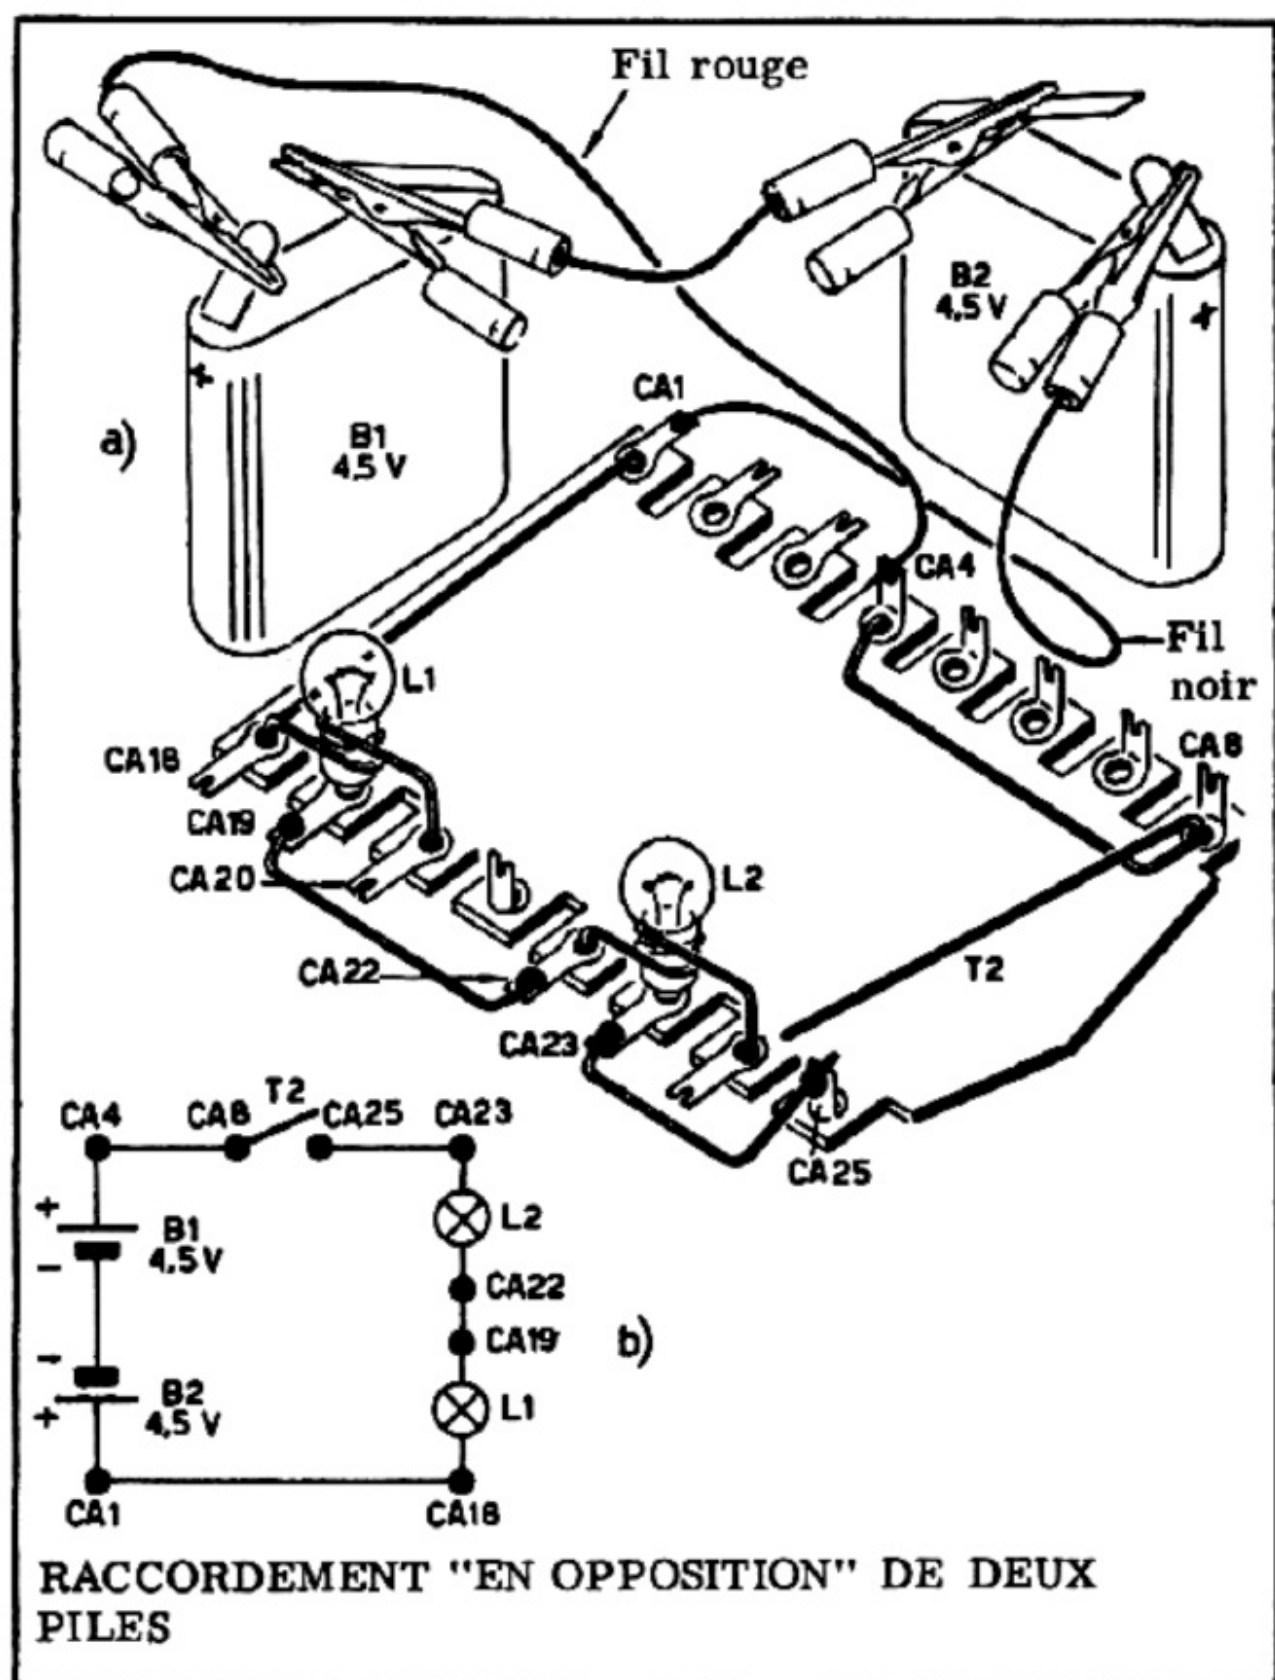

Figure 23
c) Raccordez le fil rouge d'alimentation de la plaquette A au pôle positif de la pile B1, et le fil noir au pôle positif de la pile B2. Ce raccordement est représenté par la *figure 23 - a* et par le schéma de la *figure 23 - b*.